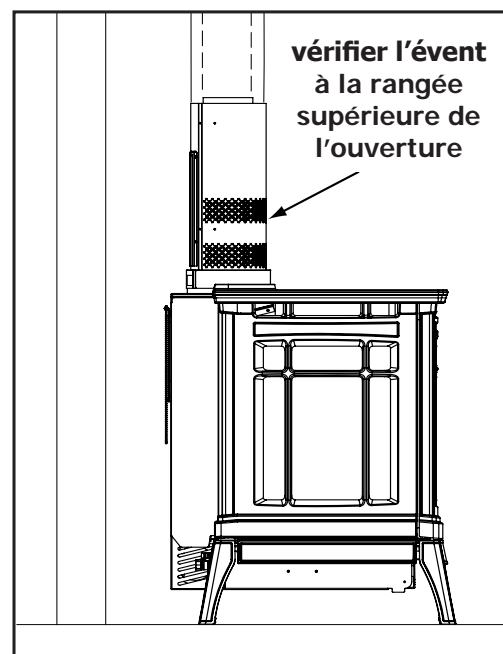

Figure 46: lieu de test
4. Après au moins 10 minutes de fonctionnement, testez le tirage de la cheminée avec une allumette fumée dans la rangée supérieure du motif pour vous assurer qu'il y a un tirage adéquat ou que vous tirez au niveau des ouvertures situées autour du corps de l'adaptateur Drafthood. Figure 46.